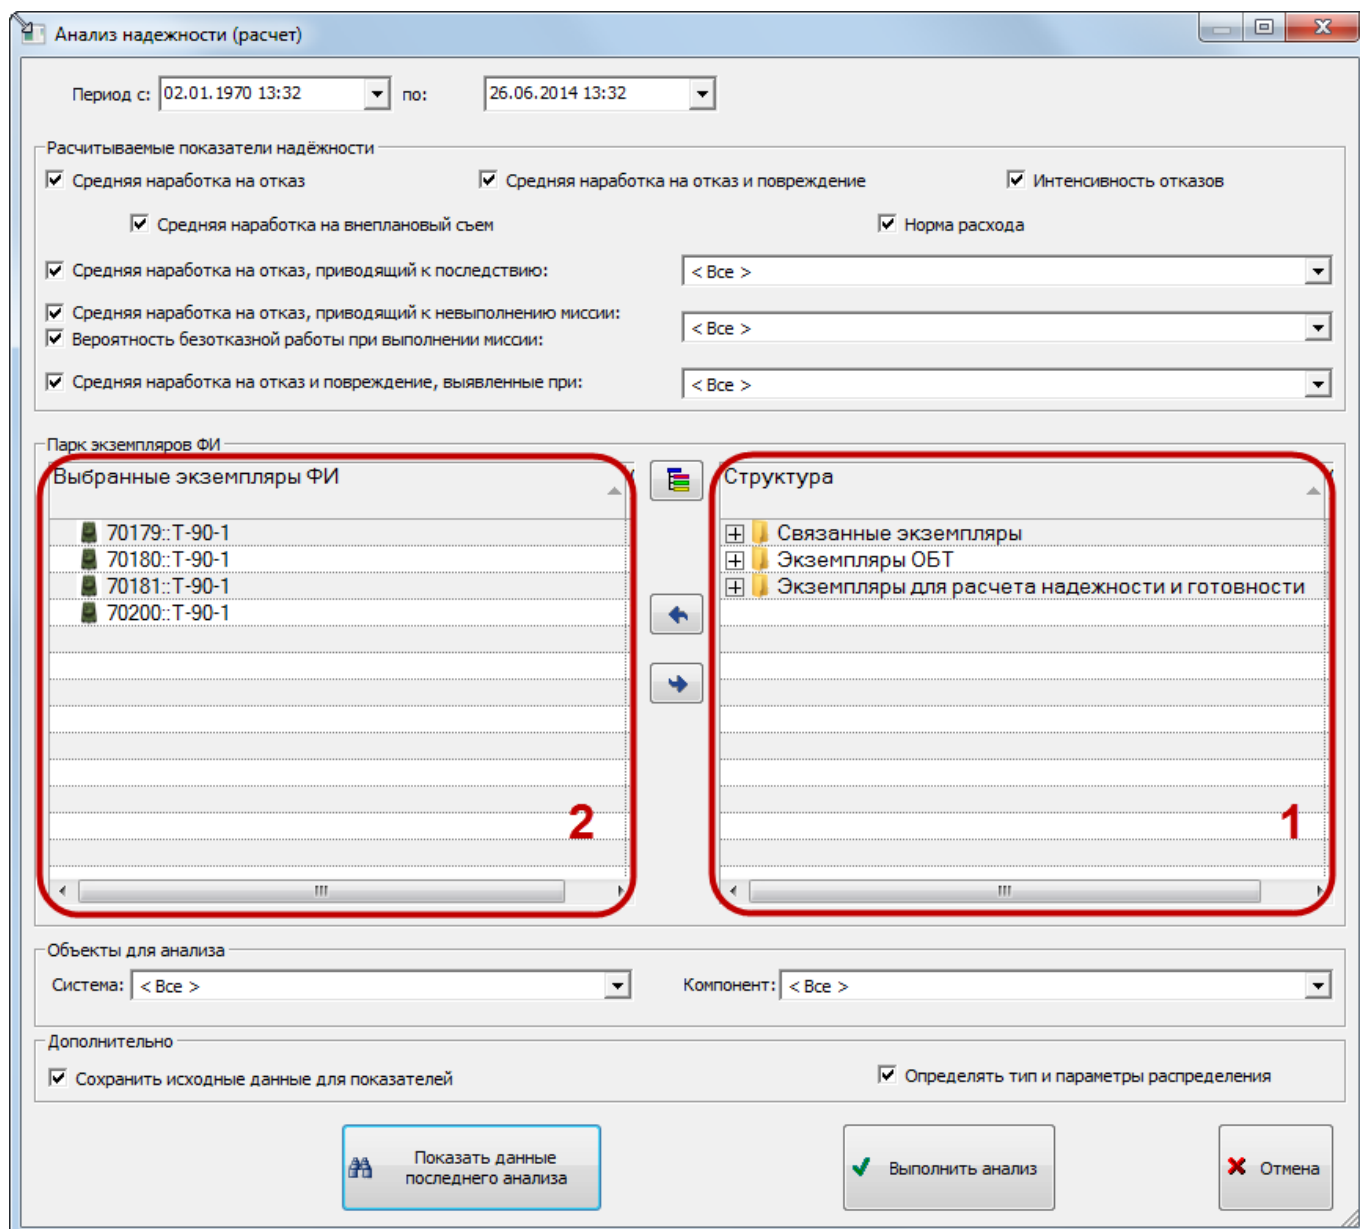
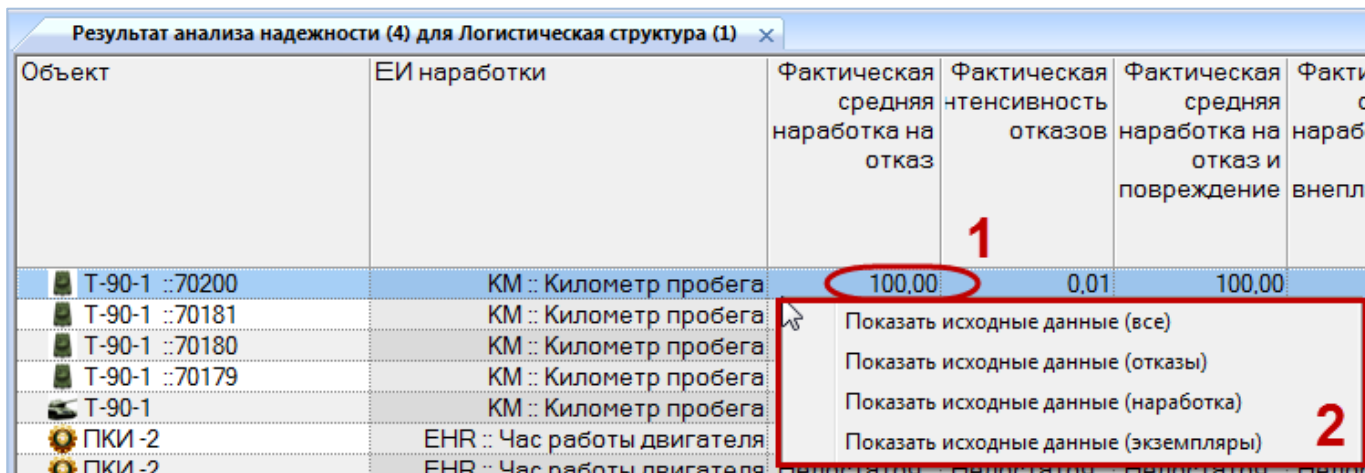

Рис. 29-6 – Окно «Анализ надежности (расчет)»
Рис. 29-10 – Контекстное меню для открытия рабочих окон с исходными данными расчета
- 4) В результате откроется диалоговое окно «Анализ надежности (расчет)» (рис. 29-6).
7) Экземпляры ФИ в группе полей «Парк экземпляров ФИ». Для выбора экземпляров ФИ в правой части окна (1 на рис. 29-6) выделить нужные экземпляры ФИ и переместить их с помощью кнопки  в левую часть окна (2 на рис. 29-6). Кнопка  используется для удаления экземпляров ФИ из левой части окна. Для того чтобы раскрыть содержимое всех папок в правой части окна, нажать кнопку .
20) Для того чтобы более подробно отобразить исходные данные, использовавшиеся при расчете надежности (при условии, что установлен флаг в поле «Сохранить исходные данные для показателей» в блоке «Дополнительно» (рис. 29-6)), необходимо навести курсор на ячейку с одним из рассчитанных значений показателей. Затем нажать правую кнопку мыши и выбрать нужный пункт из открывшегося контекстного меню (рис. 29-10).